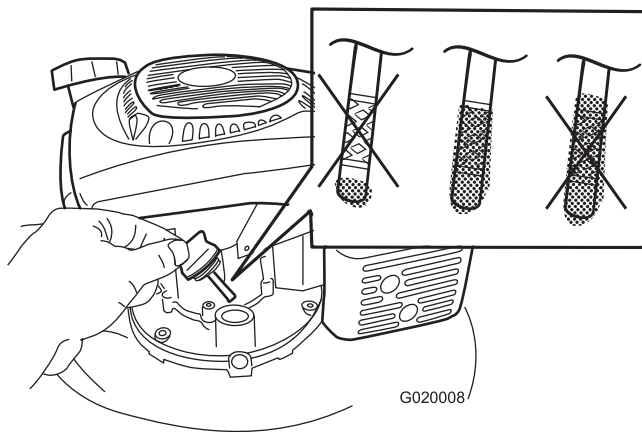

Figure 5
1. Retirez la jauge (Figure 5).
2. Versez de l'huile **lentement** dans le goulot de remplissage pour faire monter le niveau de liquide jusqu'au repère du plein sur la jauge (Figure 5). **Ne remplissez pas excessivement.** (Niveau max. : 0,59 l, type : huile détergente SAE 30 ou SAE 10W-30, classe de service API SJ ou supérieure.)
Remarque: Chaque fois que vous vérifiez le niveau d'huile, sortez la jauge et essuyez-la sur un chiffon propre, remettez-la dans le goulot de remplissage (**sans** la visser), puis ressortez-la et vérifiez le niveau (Figure 5).